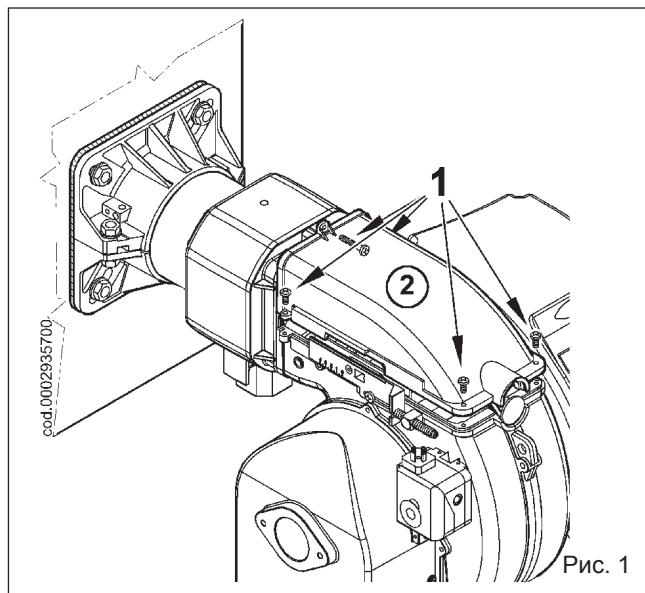

Рис. 1
- Открутите винты (1) и снимите крышку (2), смотрите рисунок 1.
- Выполните инструкции, данные в параграфе "Техобслуживание", выньте узел смешения и снимите винт (1), соединяющий шток продвижения (2) узла с газоподающей трубой (3). Снимите винт (5), соединяющий газовый смеситель (6) с трубой (рис. 1).
- Поверните на 180° коленчатый фитинг (4) и смеситель (6) так, чтобы вход газа был обращен вверх (рис. 1). Снова закрепите смеситель и шток продвижения узла к газоподающей трубе.
- Теперь снимите 4 гайки (7), показанные на рисунке 2, освободите огневую трубу (8) от соответствующих шпилек и установите ее обращенной вверх резьбовым соединением для крепления газовой рампы.